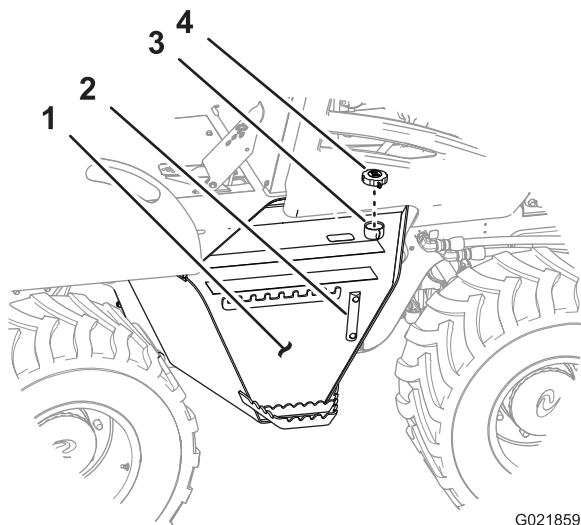

Figura 89
3. Togliete il tappo di riempimento/sfiatatoio dal bocchettone di riempimento (Figura 89).